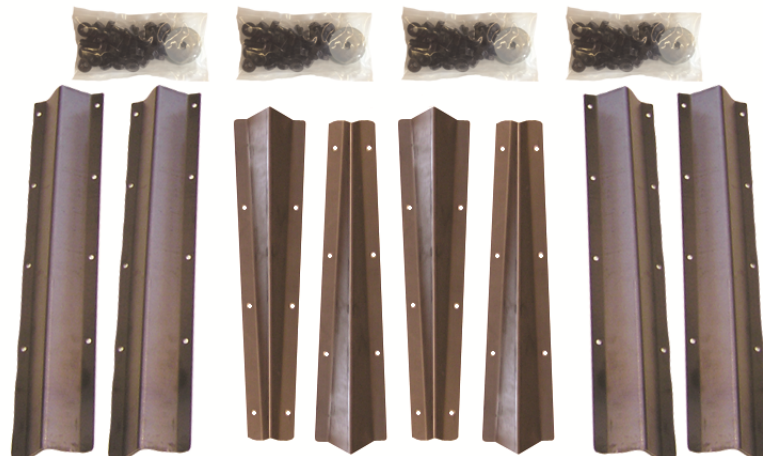

Figure 1
- B. Comparez les pièces avec le kit B300WOA comme l'on voit dans la Figure 1.